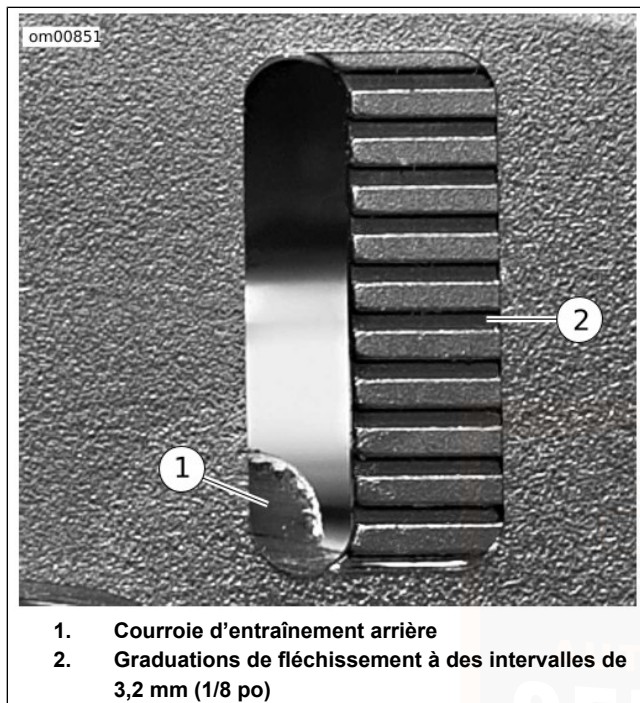

Figure 42. Fenêtre de fléchissement de la courroie (typique)
- b. Voir Figure 42. Pour tous les autres modèles, noter la position de la courroie selon les graduations de la fenêtre de fléchissement de la courroie, située sur la protection de courroie d'entraînement arrière.